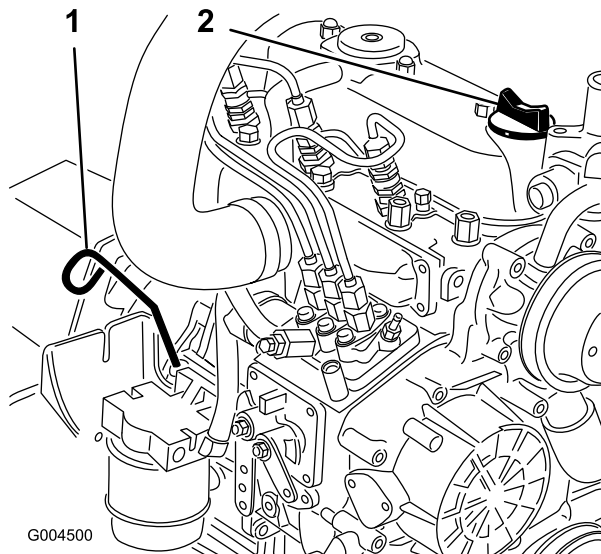

Figura 65
3. Retire la varilla (Figura 65), límpiela, y vuelva a colocarla. Retire la varilla y compruebe el nivel de aceite.
4. Si el nivel de aceite está por debajo de la marca Lleno, retire el tapón de llenado (Figura 65) y añada aceite hasta que el nivel llegue a la marca Lleno de la varilla.